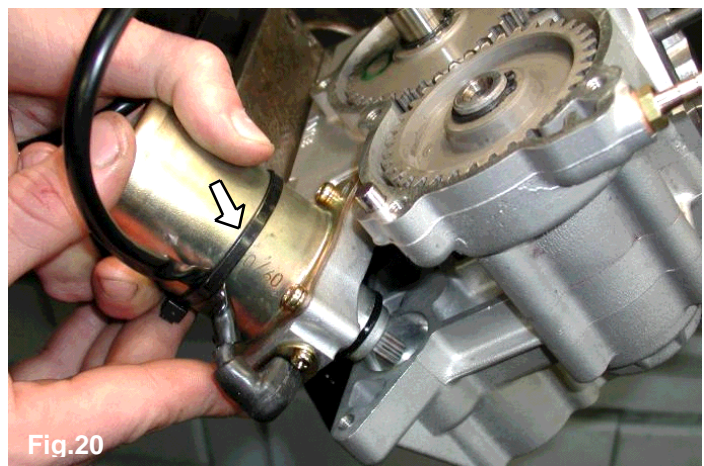

Fig.20
- PLACER LE DEMARREUR DANS LE SIEGE DU CARTER (voir Fig. 20).